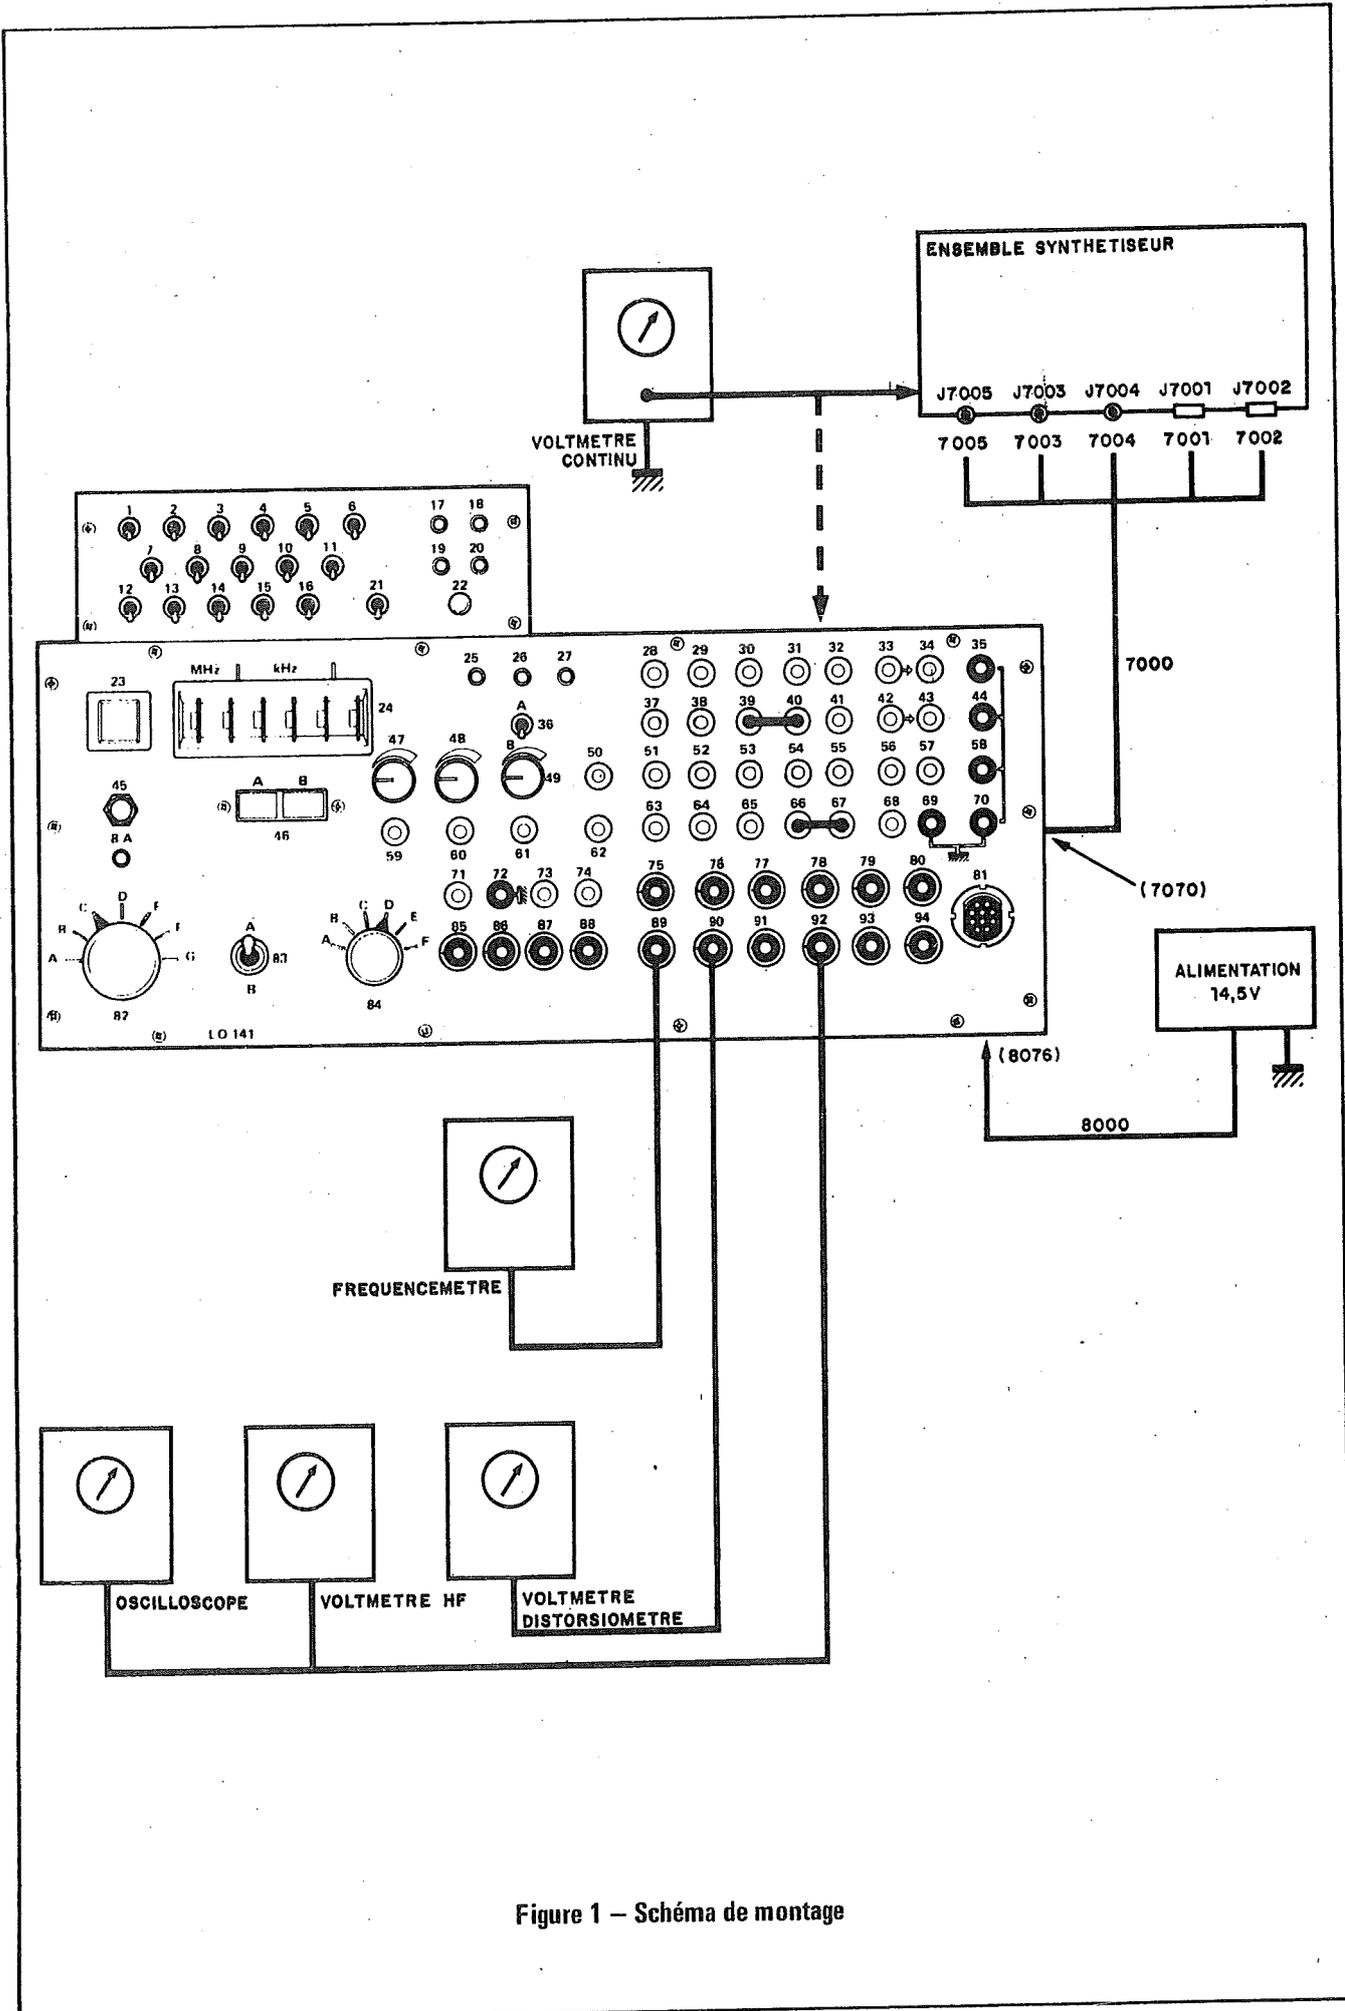

Figure 1 – Schéma de montage
- Connecter le synthétiseur à tester en **7070** du banc de test au moyen du cordon de liaison marqué «7000» (fig.1).
- Vérifier, avec la pince milliampéremétrique, les consommations sur les cavaliers E2002 et E2005 (fig. 1) :